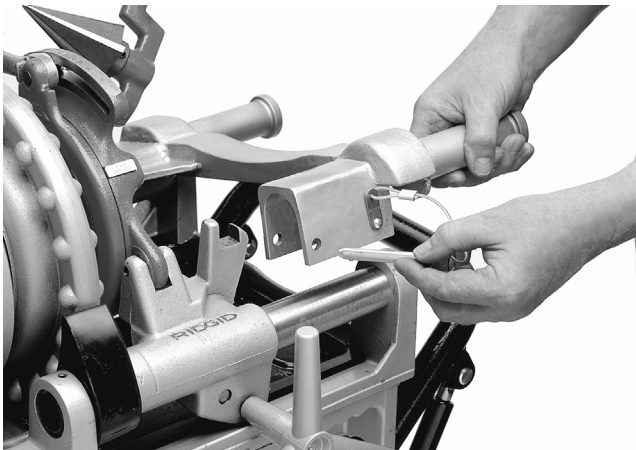

Figura 19 – Pasador de retención en el Adaptador del Ranurador a Rodillos No. 916
4. Acople el brazo adaptador a la Compacta No. 300 colocando la sección del brazo en forma de “C” en el riel trasero (al otro lado del operario) y bajando el lado del brazo que se encuentra cercano al operario hasta el riel del lado del operario. La sección del medio del brazo cubrirá los soportes de los rieles delanteros de la Compacta No. 300 (Figura 19).